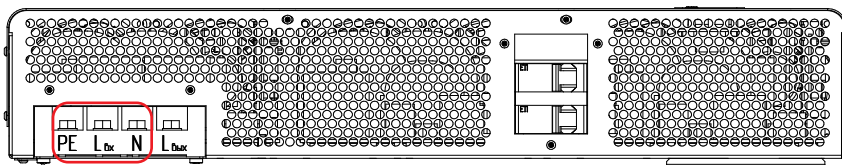

Рисунок 33. Стабилизатор ШТИЛЬ IS12000. Выводы «PE-Lвх-N»
- у моделей IS12000, IS15000 и IS20000 с помощью выводов «PE-Lvx-N» (**рисунок 33 и 34**).